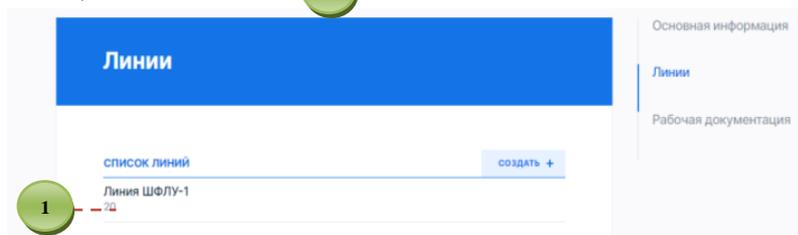

Рисунок 48. Форма просмотра и редактирования вкладки «Линии» списка «Строительная площадка»
– Во вкладке «Линии» Пользователь вносит следующую информацию (рис. 48):